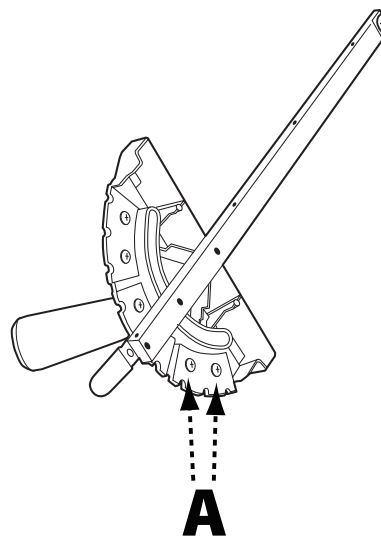

FIGURE 35
2. Desserrez les deux vis pour le segment de butée d'onglet pour le nouvel angle désiré. (A) est représenté dans la Figure 35.